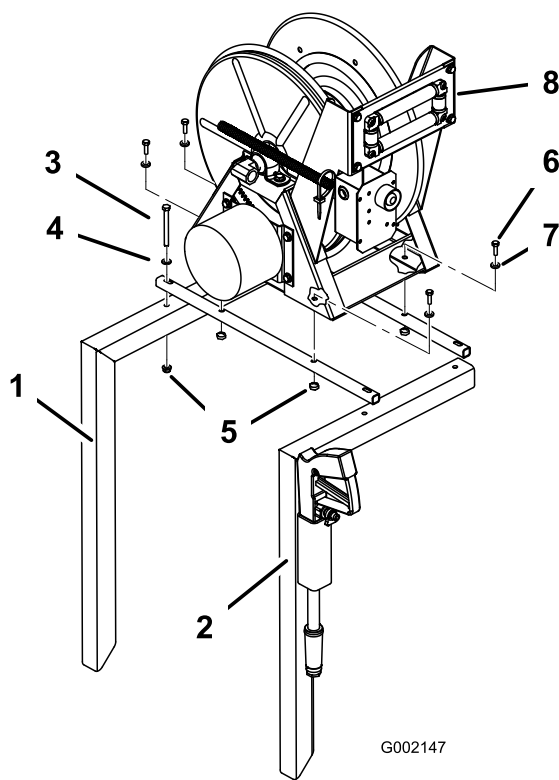

図 5
5. ホースリール取り付けチューブ（2本）を、ホースリール・フレームの上部に取り付ける（図 5）；ボルト（5/16 x 3-1/4 インチ）（4本）、ワッシャ（外径 11/16 インチ）（4枚）、フランジナット（5/16 インチ）（4個）を使用する。後で調整を行うのでこの時点では本締めしないこと。
6. ホースリール・アセンブリをホースリール取り付けチューブに取り付ける (図 5) ; フランジヘッドボルト (5/16 x 1-1/2 インチ) (4本)、ワッシャ (外径 7/8 インチ)、フランジナット (5/16 インチ) (4個) を使用する。後で調整を行うのでこの時点では本締めしないこと。